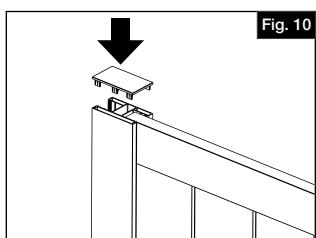

Fig. 10
7. Instalar la tapa para poste (del kit de poste) en la parte superior del poste. Utilizar un martillo de goma suave, si es necesario, para obtener un ajuste firme (Fig. 10). Repetir lo anterior en el otro poste.